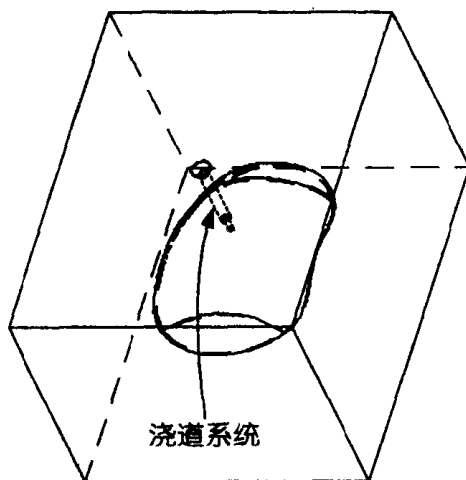

图 1.3
- (2) 选取 MOLD | Shrinkage 设置成品件的收缩率。
- (3) 以 MOLD | Feature 设计浇道系统，如图 1.3 所示，一般而言，浇道系统包括注道(Sprue)、流道(Runner)、流道滞料部与浇口(Gate)等。